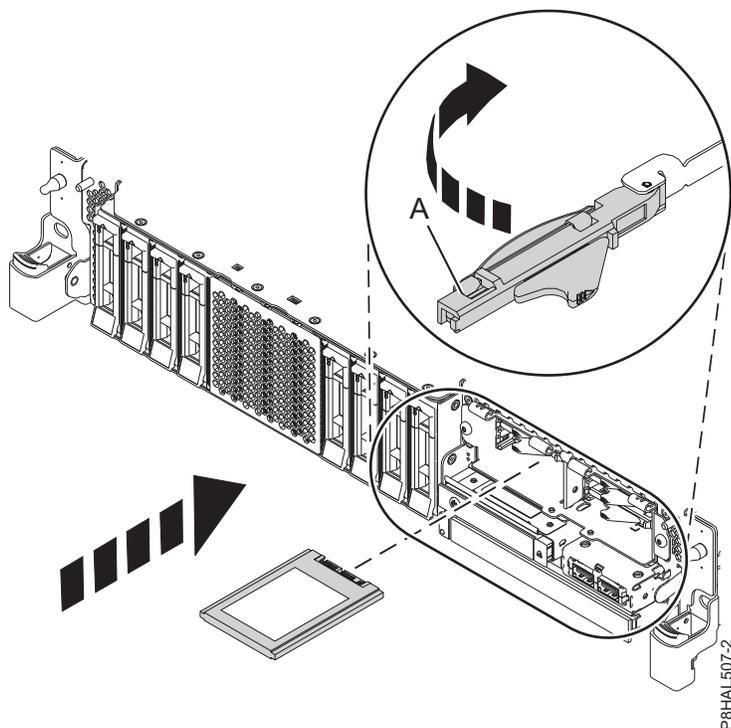

図 68. 拡張機能システムにおける SSD の取り替え
15. SSD ドライブ・ベイ・ハンドル (A) をアンロック位置にした状態状態で、SSD スロット内のガイド・レールにアクセスできるようにレバーを外側に引きます。SSD の底面を支えて、SSD スロットのガイド・レールに位置を合わせます。76 ページの図 68 を参照してください。
20. 示されている方向にベイ・ハンドル (A)を回転させて、ドライブをロックします。76 ページの図 68